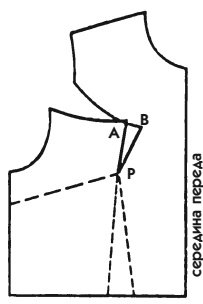

Рис. 521
4. Разрежьте лекало вдоль этой линии и закройте только вытачку на груди (рис. 521). Угол новой вытачки перекрывает другой край, что делает невозможным ее выполнение.